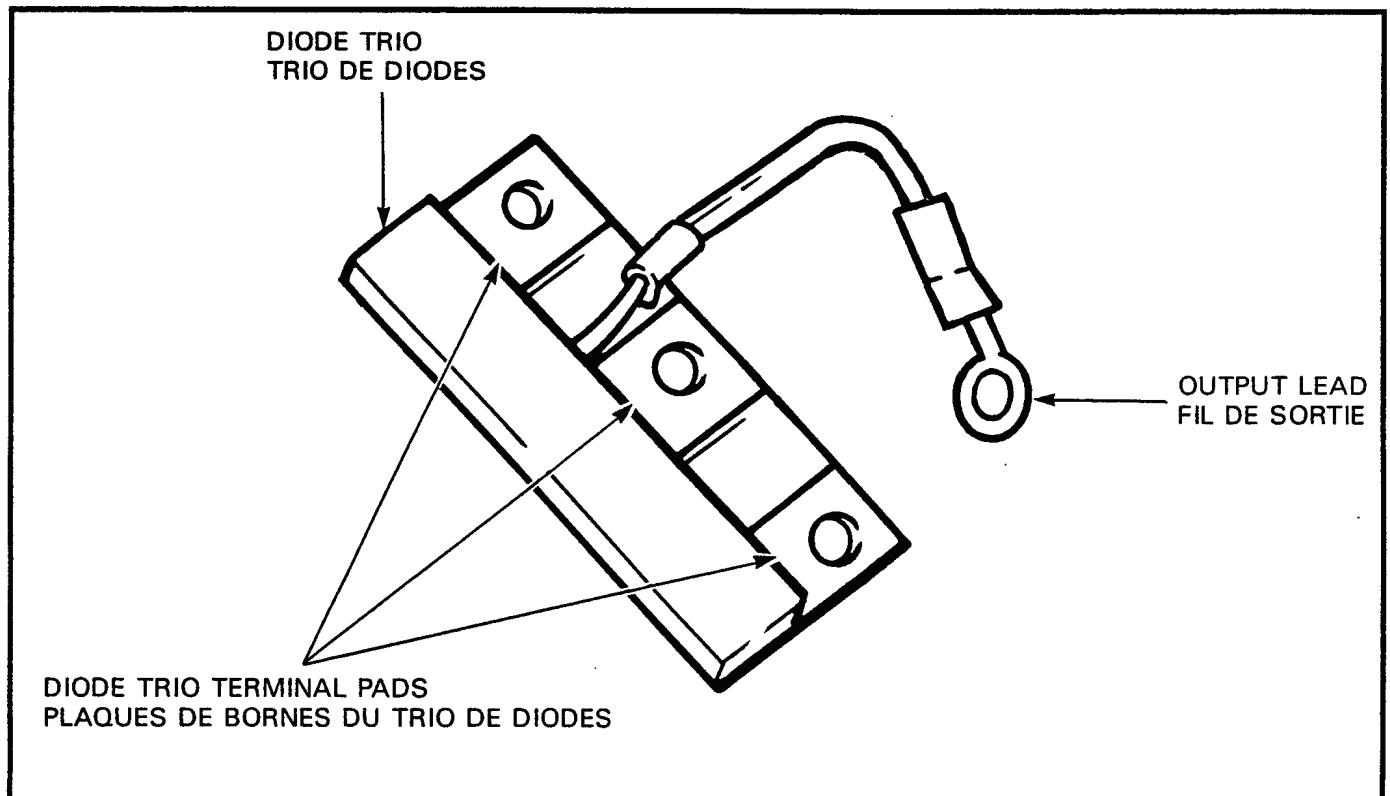

Figure 2-8-11 Diode Trio
- e. Connect the meter negative probe to the output lead of the diode trio and touch the positive probe to each of the three diode trio terminal pads, see Figure 2-8-11. If there is needle deflection for any one of the terminal pads, replace the diode trio.
- e. Relier le fil négatif de l'indicateur au fil de sortie du trio de diodes, et amener la sonde positive en contact avec chacune des trois plaques de bornes du trio de diodes, voir figure 2-8-11. Si la position de l'aiguille varie pour n'importe laquelle des plaques, remplacer le trio de diodes.